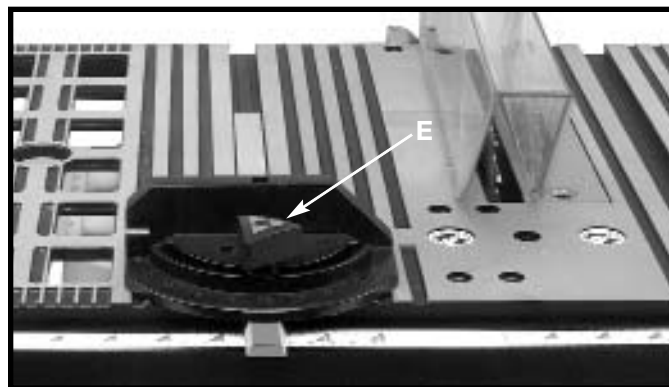

Fig. 34
Para accionar la escuadra de ingletes, sencillamente afloje la perilla de cierre (E) Fig. 34 y mueva el cuerpo de la escuadra de ingletes al ángulo deseado.